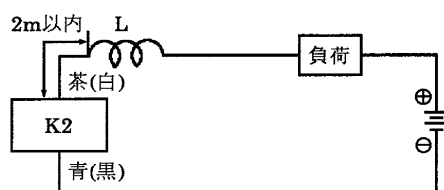
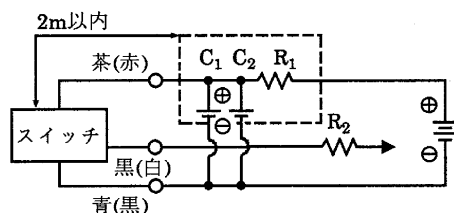

図5 ● チョークコイル
図7
- リード線配線長が10mを越える場合は、図5、6(K2の場合)、図7(K3の場合)に示す保護回路を必ず設けてください。